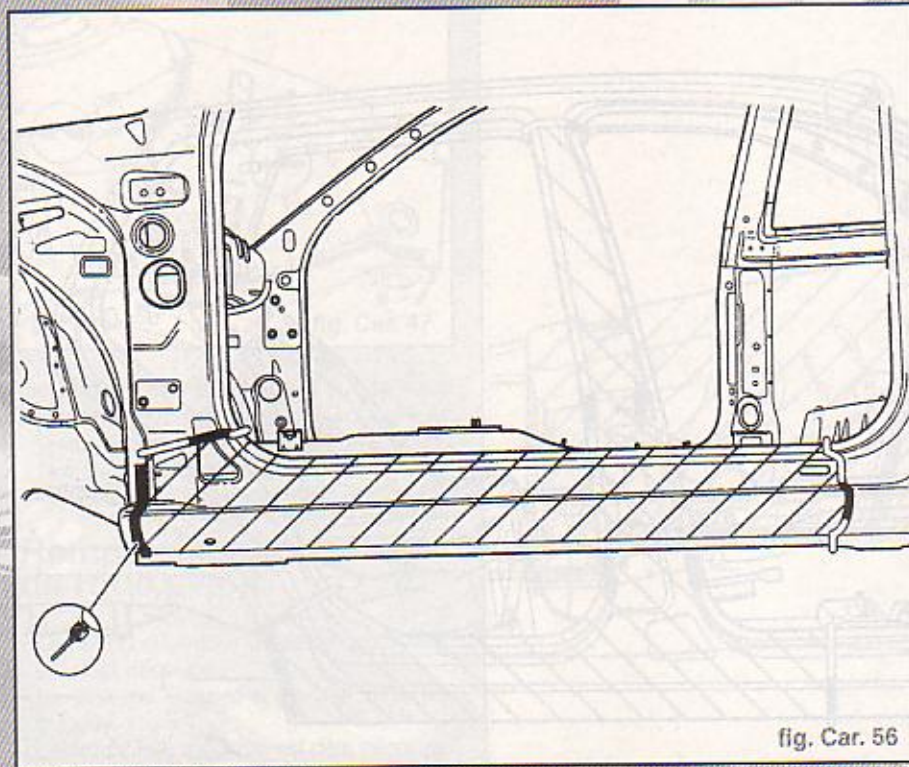

fig. Car. 56
- Tracer les lignes de coupe du bas de caisse en fonction de la zone endommagée (fig. Car. 56)